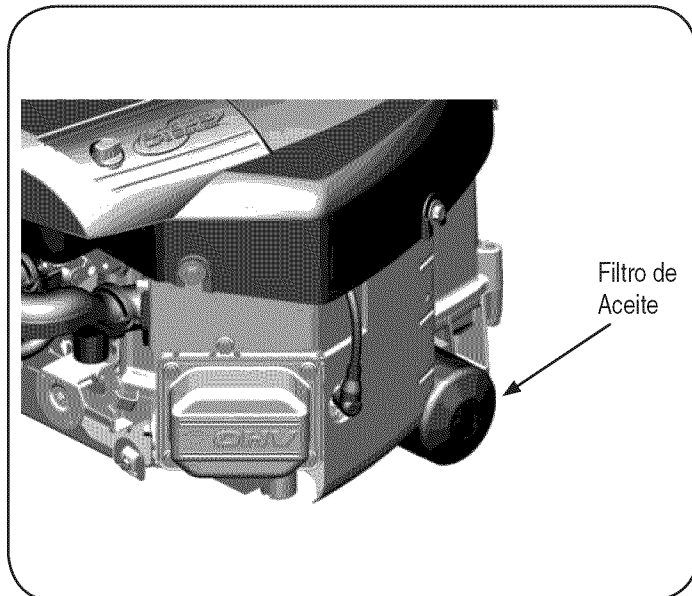

Figura 8
2. Quite el filtro de aceite y disponer de manera adecuada. Véa la Figura 8.